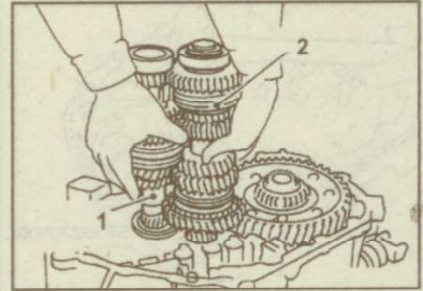

Рис. 9.50. Снятие первичного (1) и вторичного (2) валов из картера коробки передач
18. Снимите первичный и вторичный валы в сборе из картера коробки передач (рис. 9.50).